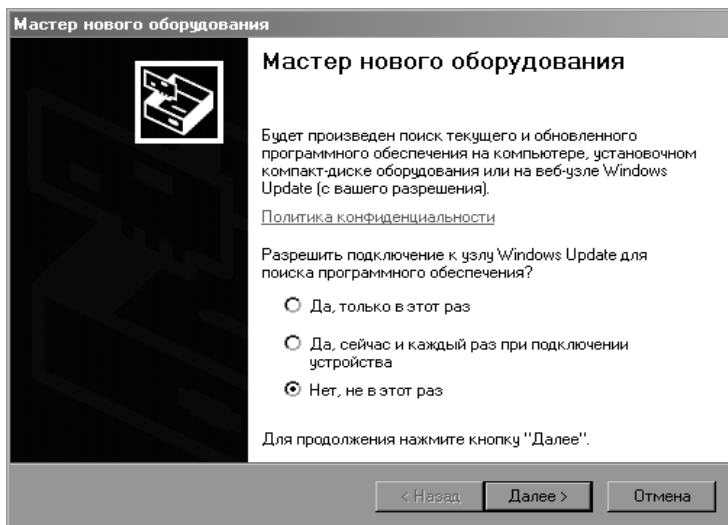

Рисунок 3
3.4.3 Операционная система найдет новое оборудование, запустит «Мастер нового оборудования» и попросит указать вариант поиска драйверов, в появившемся окне (рисунок 3) следует выбрать «Нет, не в этот раз» и нажать кнопку «Далее».